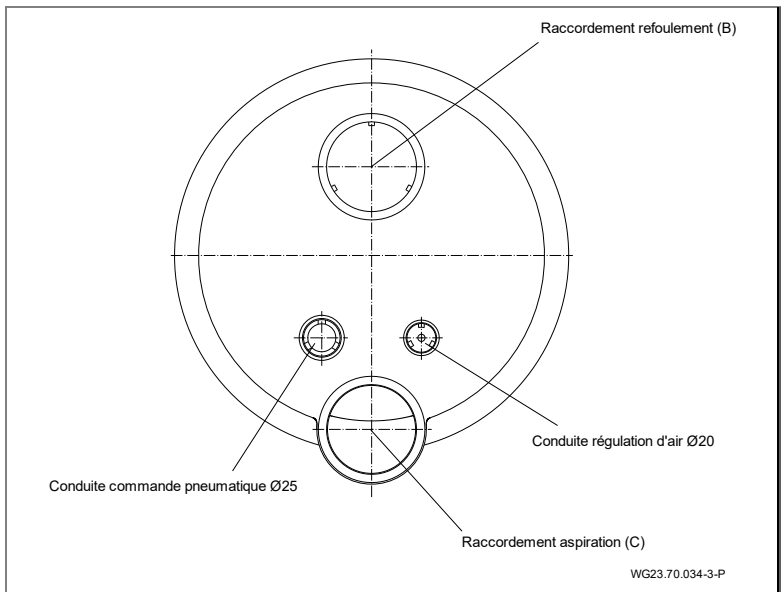
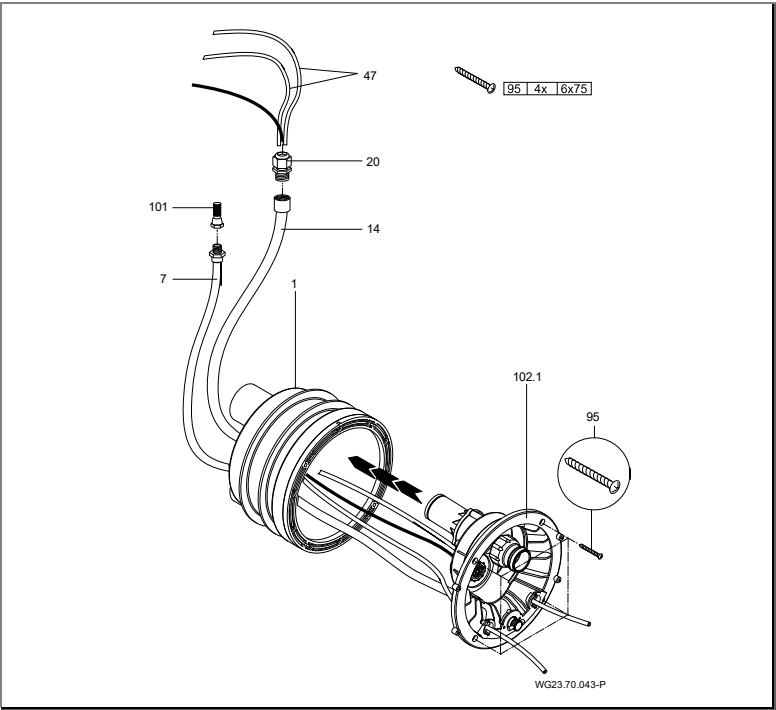

Fig. 15
Fig. 16
1. Coller la gaine de protection des câbles et de la gaine de la conduite d'air. (Fig. 15)
2. Appliquer le boîtier des buses (102.1) sur le boîtier de montage (1).
4. Fixer la conduite d'air à l'aide de la pince (8) sur le régulateur d'air (21) monté en usine.
5. Fixer le boîtier des buses (102.1) à l'aide de quatre vis taraudeuses (95) sur le boîtier de montage (1). (Fig. 16)